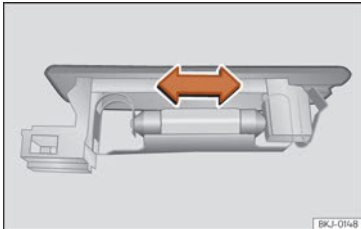

Abb. 66 Gepäckraumleuchte*
- Drücken Sie die Glühlampe zur Seite und nehmen Sie sie aus ihrer Halterung heraus »» **Abb. 66**.